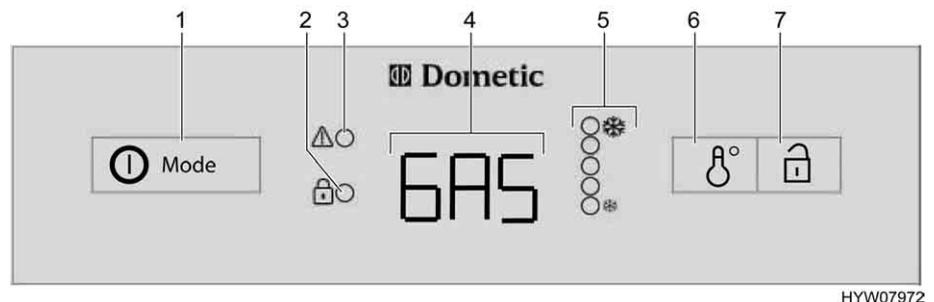

Fig. 235 Elementos de comando para o frigorífico (Dometic da série 8 com AES)
Em caso de avaria, começa a piscar o LED de indicação "⚠" (Fig. 235,3).
Se estiver escolhido o modo automático, **não estiver ligada nenhuma alimentação de 230 V** e o motor do veículo estiver **desligado**, o AES escolhe a alimentação a gás. Ao escolher o funcionamento a gás, abre-se automaticamente o dispositivo de bloqueio da ignição para que o gás possa fluir para o queimador. Ao mesmo tempo é ligado o dispositivo eletrónico de ignição. Se a chama se apagar, por ex., devido a uma corrente de ar, o dispositivo de ignição é imediatamente ativado, acendendo novamente o gás. Em caso de avaria no funcionamento a gás, a indicação de serviço fica com o texto "GÁS" a piscar (Fig. 235,4).
Depois da ligação, o frigorífico escolhe automaticamente a regulação média do termostato. Esta regulação pode ser posteriormente regulada manualmente com o interruptor de regulação da temperatura (Fig. 235,6). As indicações de LED (Fig. 235,5) indicam a regulação escolhida no termostato. Com o interruptor, é regulada a temperatura de refrigeração para os três tipos de energia. Demora algumas horas até que o frigorífico tenha atingido a temperatura normal de serviço. Ao comutar o modo de serviço, mantém-se a regulação do termostato. A temperatura de refrigeração é mantida independentemente do tipo de energia.
- Prima o interruptor de ligação/interruptor-seletor da energia (Fig. 235,1) durante 2 segundos, para ligar o aparelho. É mostrado o modo de serviço escolhido por último na indicação de serviço (Fig. 235,4).
- Escolha o tipo de energia com o interruptor de ligação/interruptor-seletor da energia (Fig. 235,1).
- Regule a temperatura de refrigeração no interruptor para regulação da temperatura (Fig. 235,6). As indicações de LED (Fig. 235,5) indicam a regulação escolhida no termostato.
- Prima o interruptor de ligação/interruptor-seletor da energia (Fig. 235,1) durante 2 segundos. Apagam-se todas as indicações.